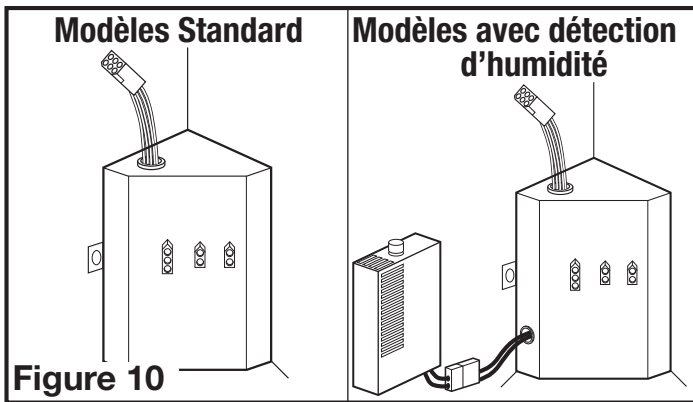

Figure 10
- 3a. **MODÈLES STANDARDS:** branchez les câbles à 2 broches du ventilateur et les câbles à 3 broches de connexion rapide du moteur dans la prise correspondante située sur le couvercle du compartiment de fil. Ces câbles ne s'adaptent que dans un sens dans les réceptacles (Figure 10).
- 3b. **MODÈLES AVEC DÉTECTION D'HUMIDITÉ:** branchez les câbles à 2 broches du ventilateur et les câbles à 3 broches de connexion rapide du moteur dans la prise correspondante située sur le couvercle du compartiment de fil. Connectez le connecteur à deux broches du compartiment de l'hygrostat au connecteur à deux broches du côté du couvercle du logement de fil. Ces câbles ne s'adaptent que dans un sens dans les réceptacles (Figure 10).